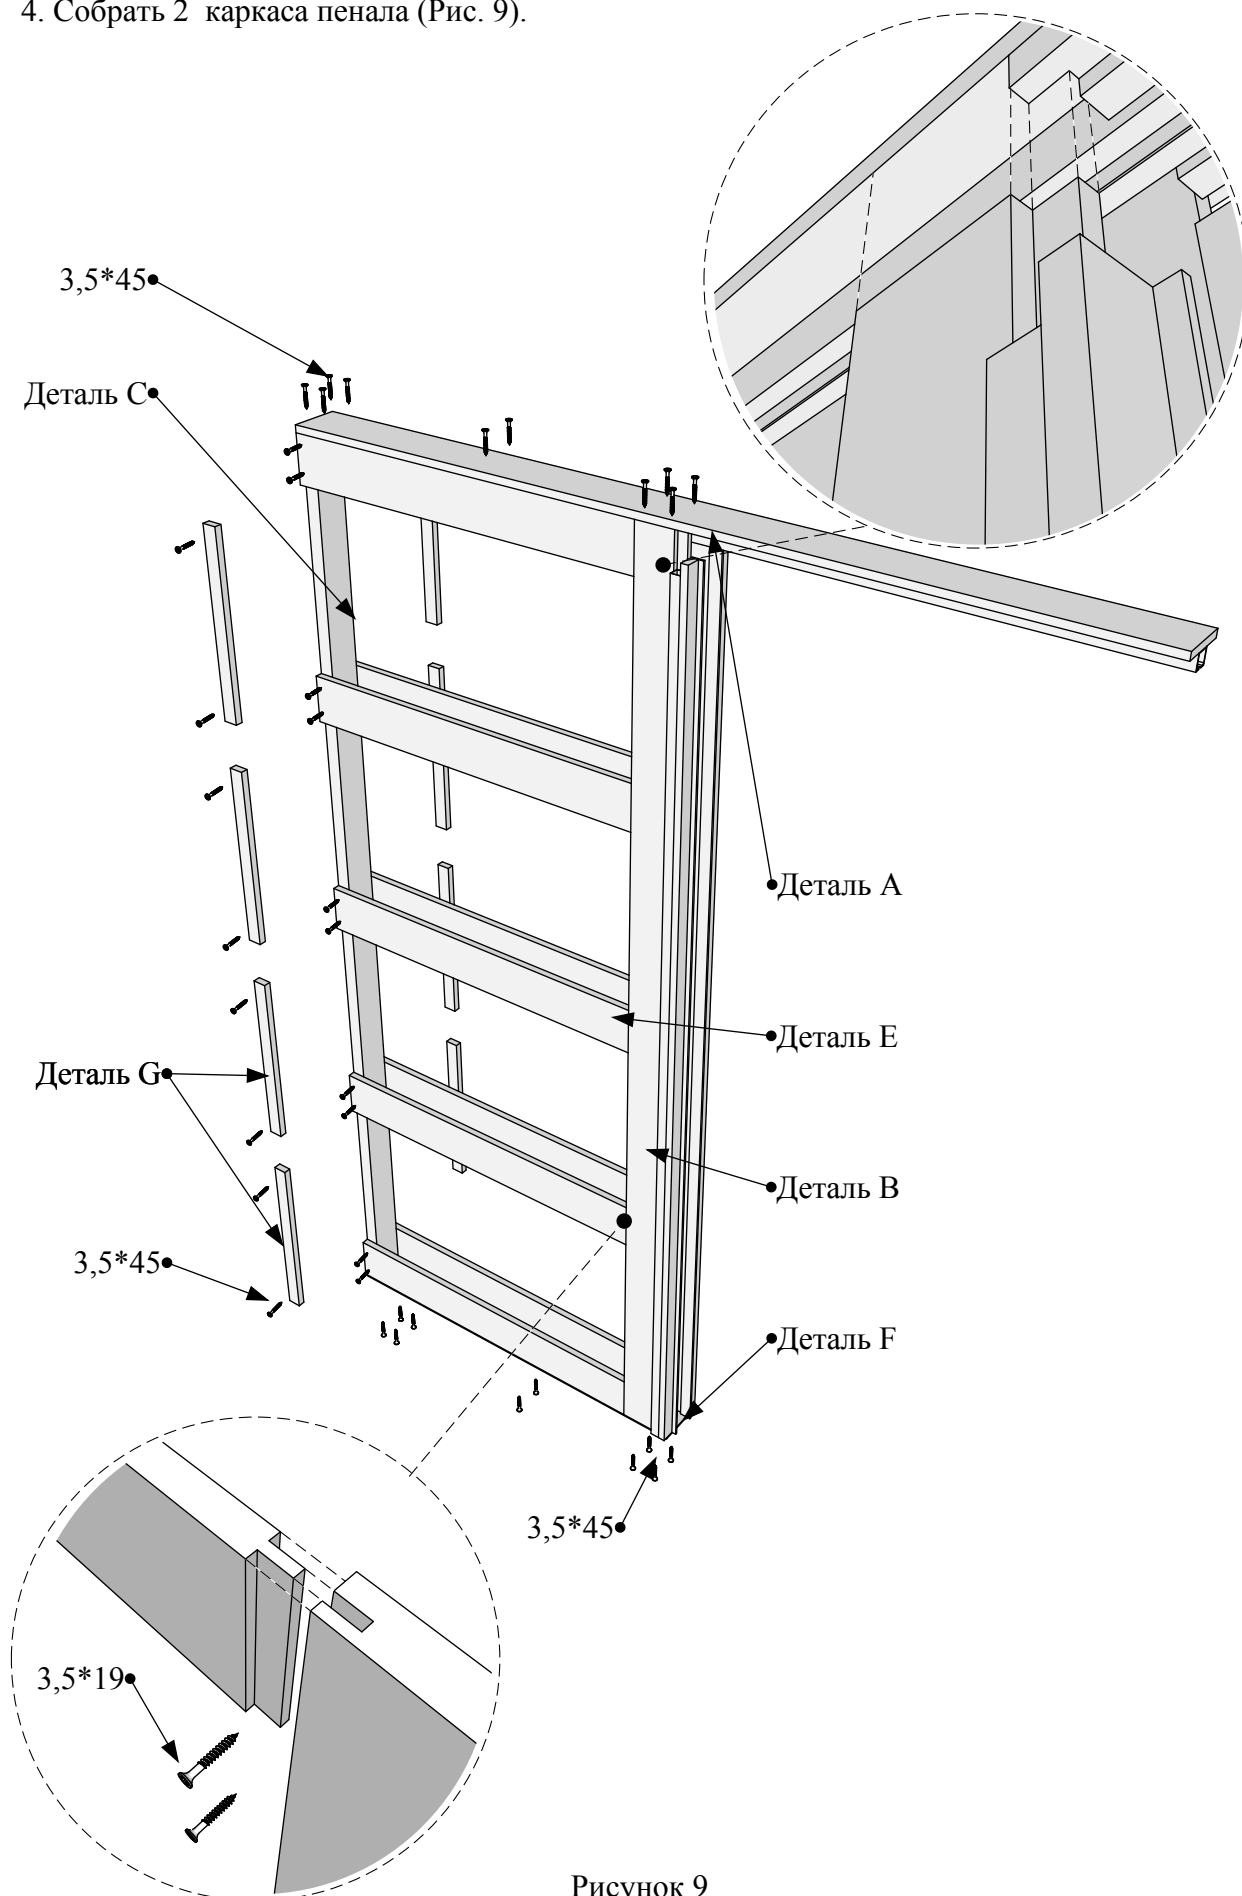

Рисунок 9
4. Собрать 2 каркаса пеналя (Рис. 9).